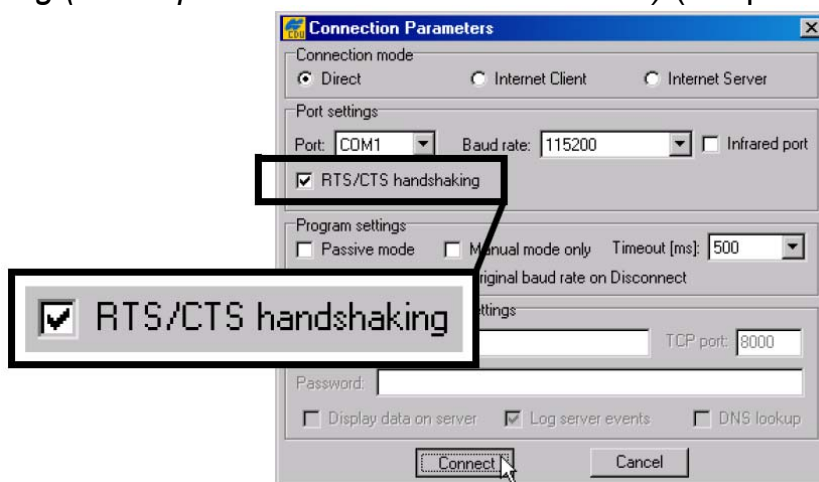

Рисунок 5-13. Диалоговое окно Connection Parameters – флажок RTS/CTS handshaking
- Запустите программу PC-CDU. В диалоговом окне **Connection Parameters (Параметры интерфейсов)** выставьте флажок *RTS/CTS handshaking* (квитирование сигналами RTS/CTS) (см. рис. 5-13).